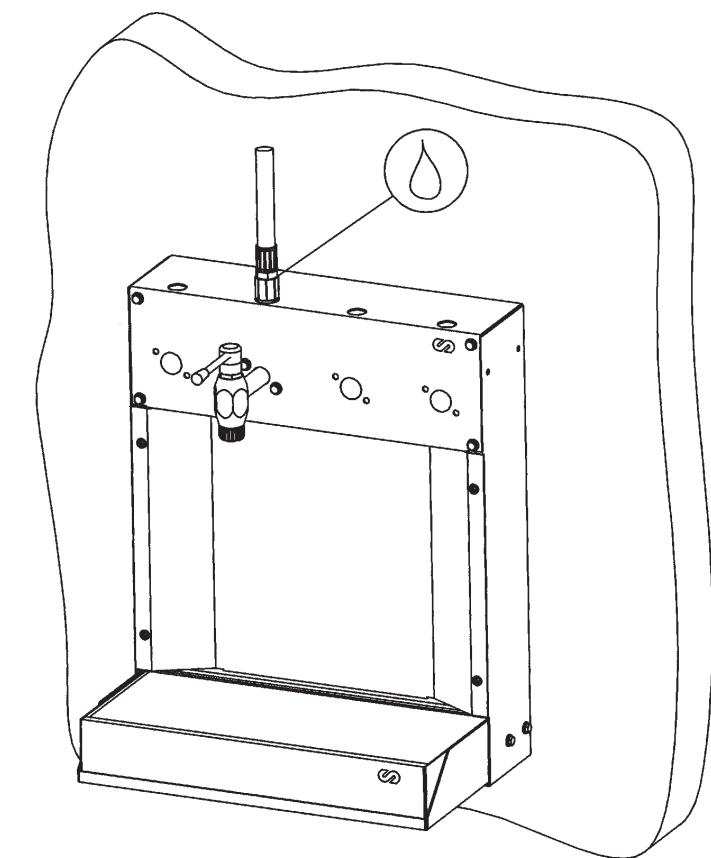

Fig. 4
3. Once assembled, connect the corresponding hoses. (See figure 4).
3. Sobald alles montiert ist, die entsprechenden Schläuche anschliessen (Bild 4).
3. Una vez montado el equipo, instale la manguera o mangueras de suministro (Fig. 4).
- 3 Dès que le poste de distribution est monté, installer le ou les flexibles de distribution (voir figure 4).